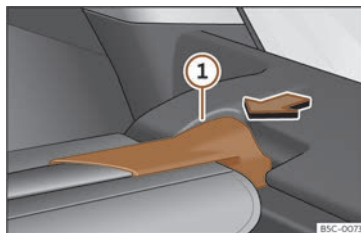

Abb. 186 Im Gepäckraum: Abdeckung ausbauen.
- Drücken Sie die Aufhängung der Abdeckung >>> (Abb. 186) ① in Pfeilrichtung.
- Lassen Sie die Aufhängung der Abdeckung >>> (Abb. 186) ① auf der anderen Seite in der Aufnahme einrasten.